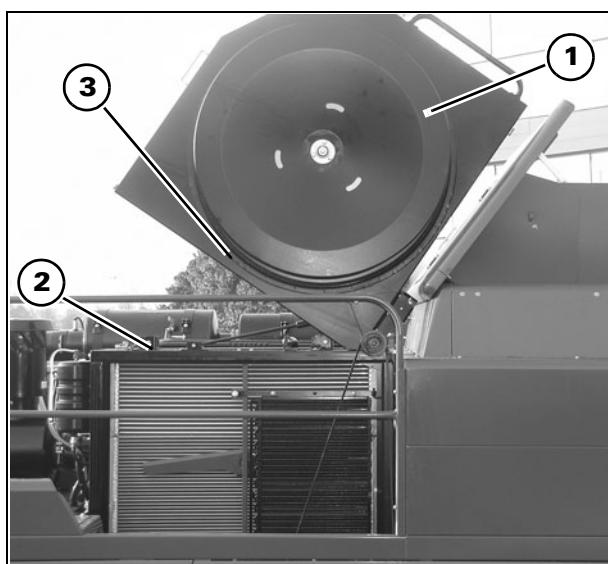
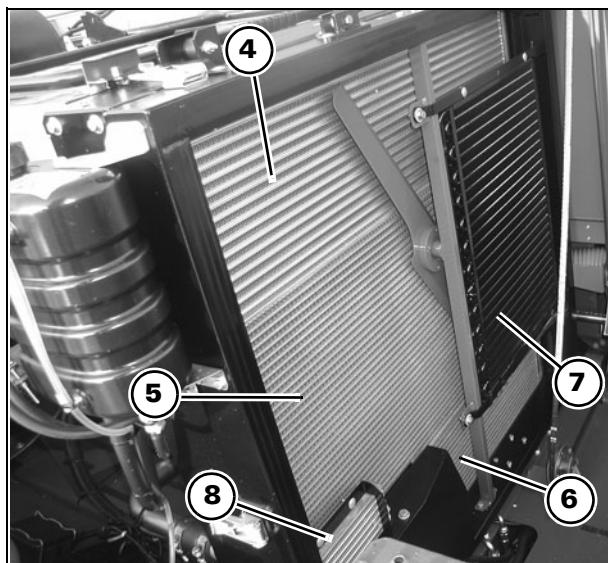

Рис. 31
Рис. 32
24.)РАДИАТОР - Рис. 31 и Рис. 32